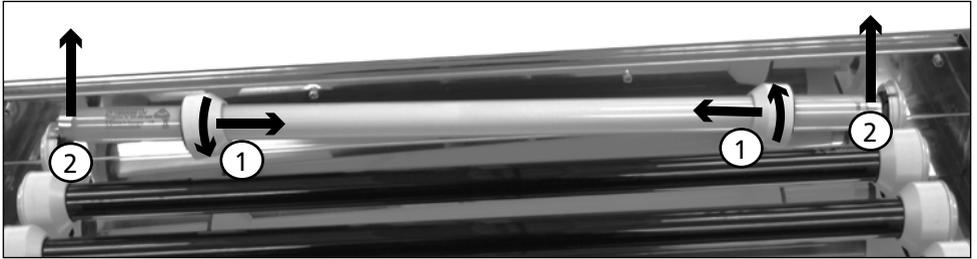

Fig. 38
- Desenrosque los soportes de plástico a ambos lados de los tubos que deben cambiarse y extraiga los tubos hacia arriba con delicadeza (Fig. 38).